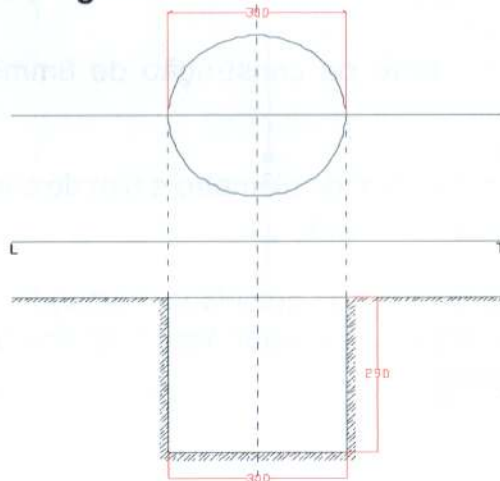

Figura 3 : Cavidade para digestor de biogás de  $10 \text{ m}^3$
- ❖ Siga as instruções abaixo e a figura 3.